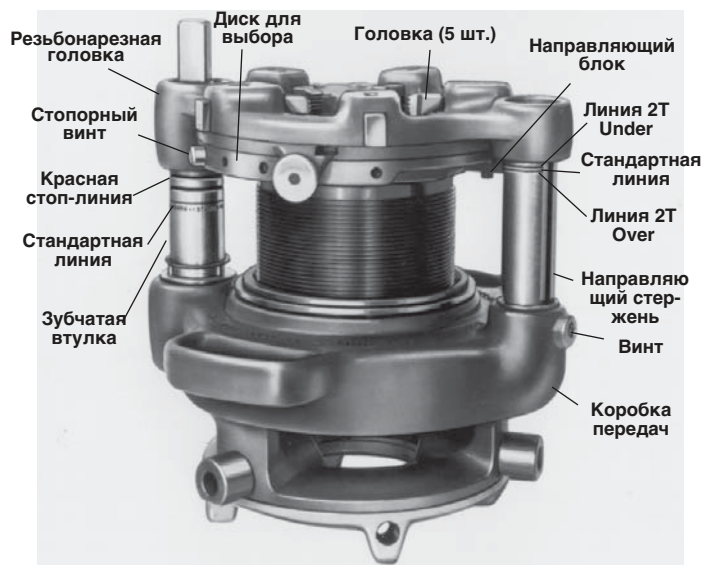

Рисунок 26 – Головка № 161 с зубчатой передачей с опорными линиями зубчатой втулки и направляющего стержня
(Рисунок 26)
1. Выкрутите стопорный винт (рисунок 26) из диска для выбора.